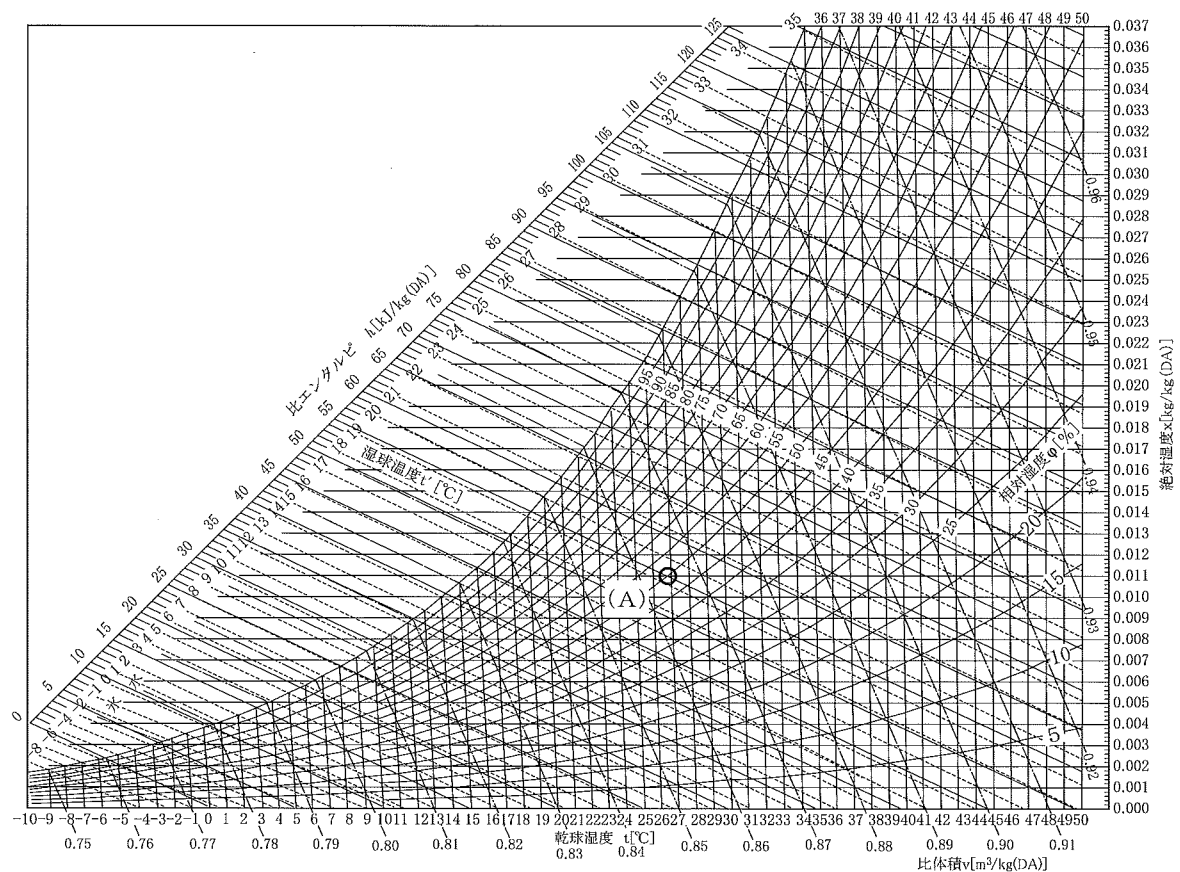

図3-1 空気線図
(2) 図3-1における状態(A)の相対湿度は [%]である。解答番号は (8)。